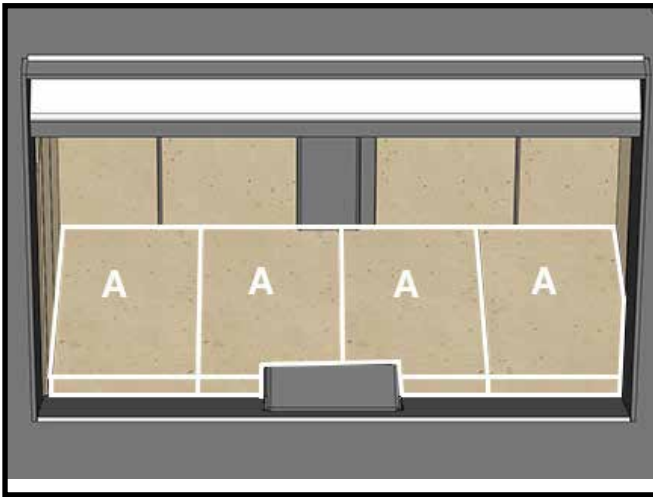

Figure 28: Briques A à l'arrière du plancher
6. À l'arrière du plancher, placez quatre briques «A» contre les quatre briques arrière, tel que montré à la Figure 28.